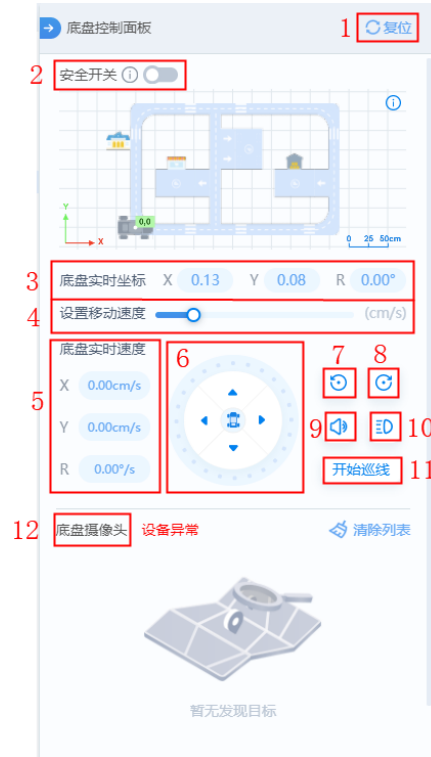

图 4.24 底盘控制面板
- 机械臂控制面板如图 4.24所示，具体说明详见表 4.4。
- 底盘控制面板如图 4.24所示，具体说明详见表 4.5。